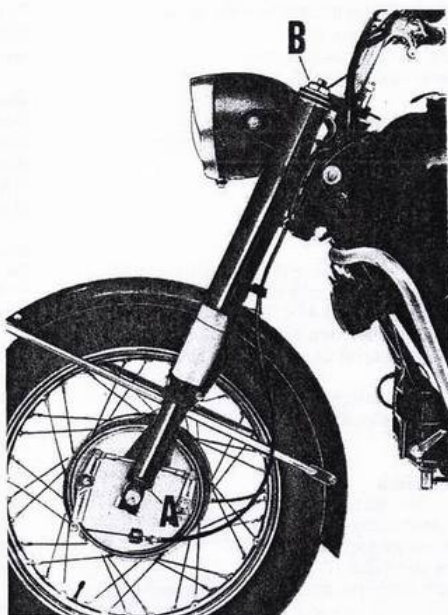

Abb. 86
Nun werden die Stopfen mit Dichtung (A) an den Gabelschäften arretiert, 0,16 l Stoßdämpferflüssigkeit SHELL Tellus 33* durch die Bohrungen für die Stopfen (B) eingefüllt und die oberen Federn in die Arme eingeführt (s. Abb. 86).